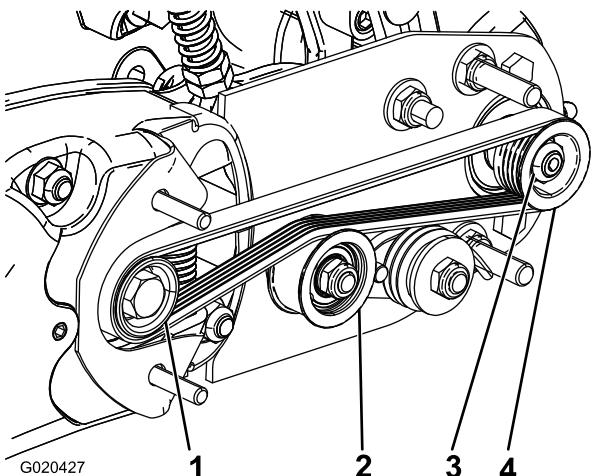
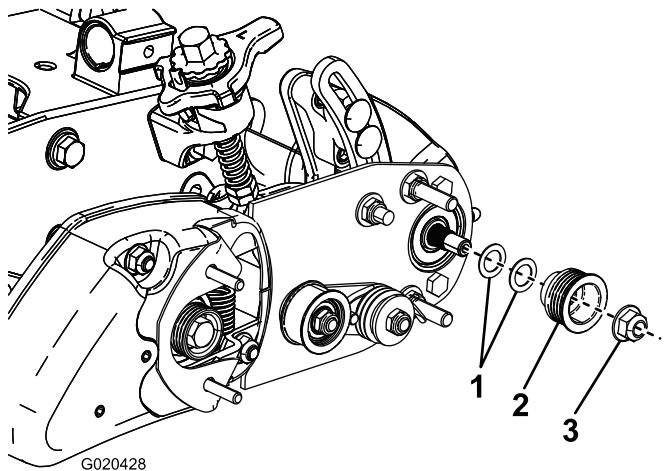

Bild 22
Bild 23
1. Die Antriebsriemenscheibe (an der Rollenbürstenwelle) kann nach innen und außen bewegt werden (Bild 22).
2. Drehen Sie die Spindel, die die Antriebsscheibe dreht, und drücken Sie gleichzeitig den Riemen von der Antriebsscheibe (Bild 22).
3. Entfernen Sie die Sicherungsmutter, mit der die Antriebsriemenscheibe an der Bürstenwelle befestigt ist (Bild 22 oder Bild 23).
4. Nehmen Sie die Antriebsriemenscheibe von der Welle (Bild 23).
5. Wenn die Scheibe nach außen bewegt werden muss, legen Sie ein 0,8 mm dickes Distanzstück auf (Bild 23). Wenn die Scheibe nach innen bewegt werden muss, entfernen Sie das 0,8 mm dicke Distanzstück.